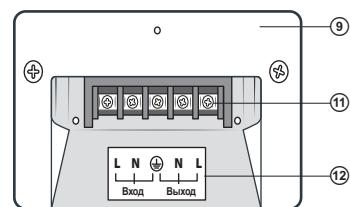

Рис. 4. Клеммная коробка
- Подключение производить только к выключенному стабилизатору. Для этого необходимо открыть клеммную коробку ⑨ и при помощи соответствующих кабелей (в комплект не входят) подключить к клеммам ⑪ стабилизатора соответствующую нагрузку, а затем подключить сам стабилизатор к сети 220 В согласно схеме ⑫ на рис. 4.
- Включите стабилизатор выключателем ⑦. И только после этого включайте подключенные устройства-потребители.
- В случае корректной работы засветится индикатор «Сеть» ②, индикатор ① будет отображать напряжение на выходе стабилизатора, т. е. выходное напряжение.
- При выходе напряжения сети за пределы стабилизации (нижний порог 133 В, верхний порог 268 В) горит индикатор ④, стабилизатор автоматически отключает нагрузку, а на индикаторе ① отображается «L» или «H».